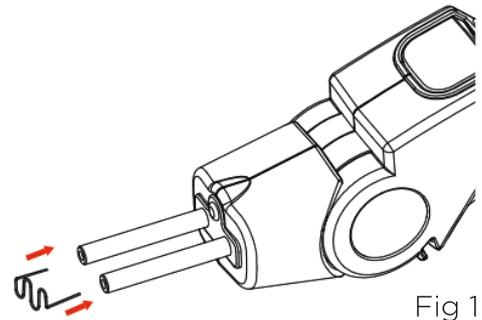

Fig 1
2. En fonction de la forme de la position à réparer, sélectionner l'agrafe correspondante et insérer sur les électrodes et dans la direction appropriée (Fig 1).
2. Depending on the shape of the position to be repaired, select the corresponding clip and insert on the electrodes rod and in the appropriate direction (Fig 1).